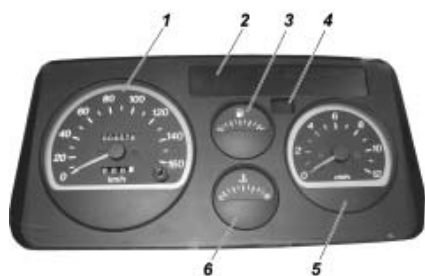

Рис. 3.9. Комбинация приборов:
**16 - комбинация приборов** (рис. 3.9);